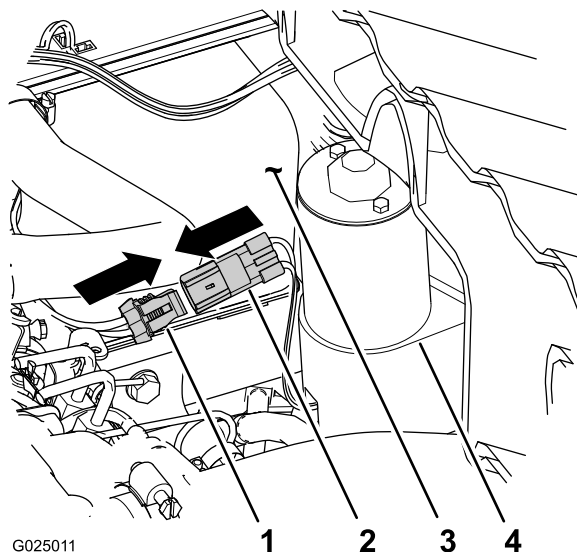

Bild 10
3. Stecken Sie den 2-poligen Steckverbinder des hinteren Kabelbaums der Maschine in den 2-poligen Steckverbinder des Hubaktors (Bild 10).